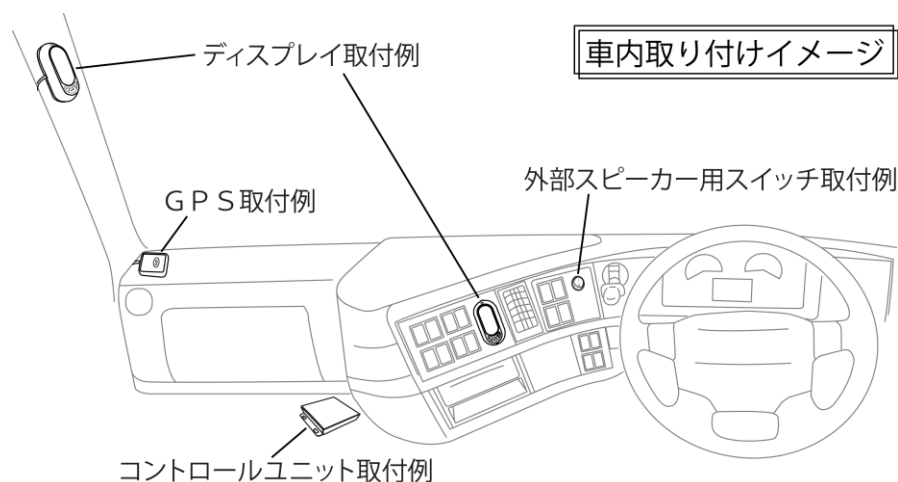

図6
- ①ディスプレイ・GPSの取り付け位置を決め、取り付け部の油分や汚れをしっかりと拭き取り、裏面の両面テープを使用して取り付けしてください。ディスプレイはAピラー部やインパネ周辺など運転者が確認しやすい位置へ、GPSはダッシュボード上などの水平な場所へ取り付けしてください（図6参照）。
- ②ディスプレイの4PINプラグと電源コードの4PINカプラ【Display印】を接続してください。
- ③GPSのPINプラグと電源コードのPINジャック【GPS印】を接続してください。
- ①インパネ周辺や車内スイッチの空きスペース部などで外部スピーカー用スイッチの取り付け位置を決めてください（図6参照）。
- ①コントロールユニットの取り付け位置を決め、取り付け部の油分や汚れをしっかりと拭き取り、付属のコントロールユニット用の両面テープ、ボルトナットセットを使用して取り付けしてください。運転、走行の支障にならない助手席側のダッシュボード下などに、確実に固定してください（図6参照）。
- ②『●センサー・センサー用延長コードの取り付け』の③で車内に残した12PINプラグ【Sensor印】をコントロールユニットの12PINカプラに接続してください。
- ③電源コードの16PINプラグをコントロールユニットの16PINカプラに接続してください。